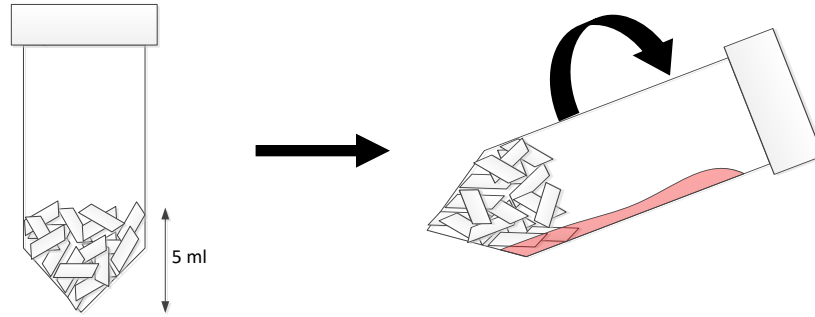

图3: 倾斜旋转离心管。避免倾斜超过90°, 以减少细胞损失。
4. 倾斜并旋转离心管，以使细胞与载体均匀混合（参见图 3）。